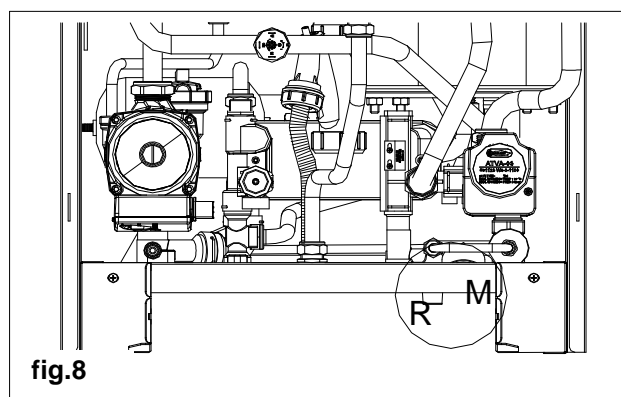
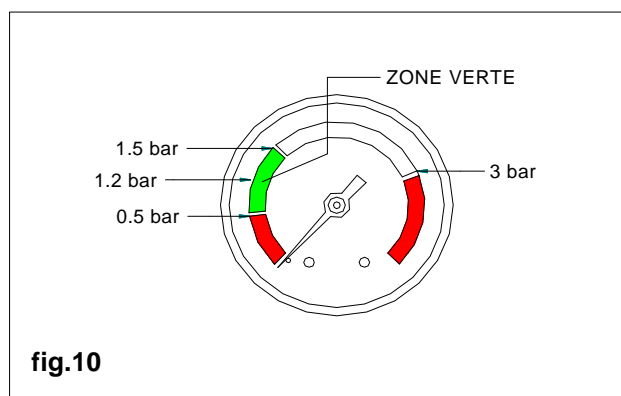

fig.8
fig.10
- ouvrir également le robinet de remplissage **R** (fig.8) ;
- Utilisez le manomètre de pression **M** (fig.8) pour vérifier que le niveau de pression du système atteint au milieu de la zone verte (1.2 bar - fig.10) et que le code H2O (**voir page 53**) ne s'affiche PAS sur le tableau de commande (**voir page 9** « Tableau de commande ») ;